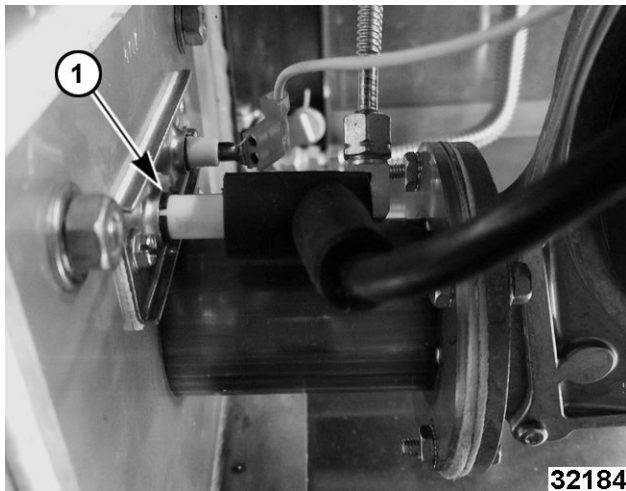

Fig. 27
**SOLARONICS BURNER ASSEMBLY (1, Fig. 27) NON-ADJUSTABLE PILOT**